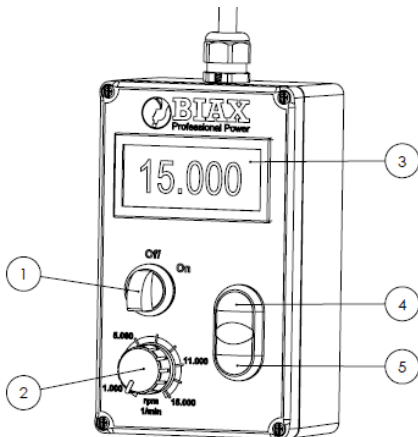

Abbildung 8.1: Funktionen der Bedieneinheit
- Die Anzeige (3), siehe Abbildung 8.1, zeigt die aktuelle Drehzahl der Antriebsmaschine.
- Mit dem Potentiometer (2) die gewünschte Drehzahl nachregeln.